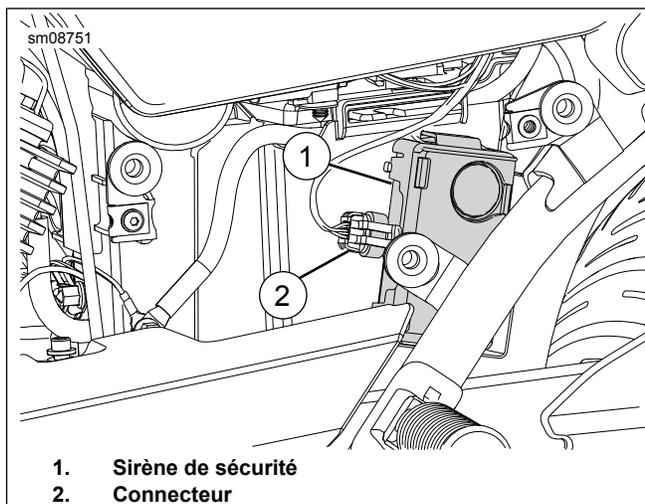

Figure 2. Street
4. Voir la figure 2. Installer la sirène de sécurité (1).
5. Brancher le connecteur (2).